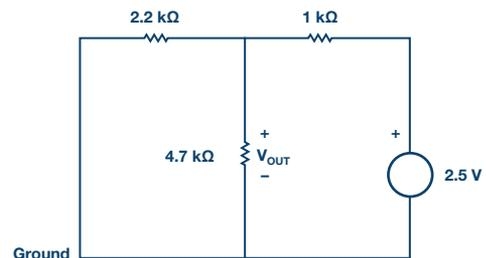

图4. 单一源响应电路。
对于独立作用的独立源，电路中的所有其他独立电压源被短路取代，所有其他独立电流源被开路取代，如图4所示。
- ▶ b) 构建图4所示电路。测量并记录通过4.7 k Ω 电阻的电压。